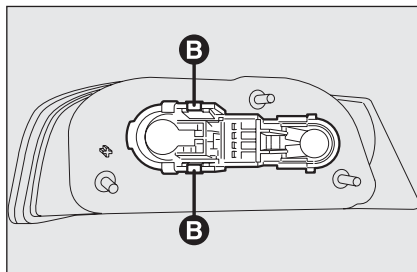

fig. 35
- ☐ saque el grupo portalámpara interviniendo en las lengüetas de fijación **B-fig. 35**;
- ☐ vuelva a colocar el grupo portalámparas fijándolo correctamente en su posición mediante las lengüetas de fijación **B-fig. 35**;